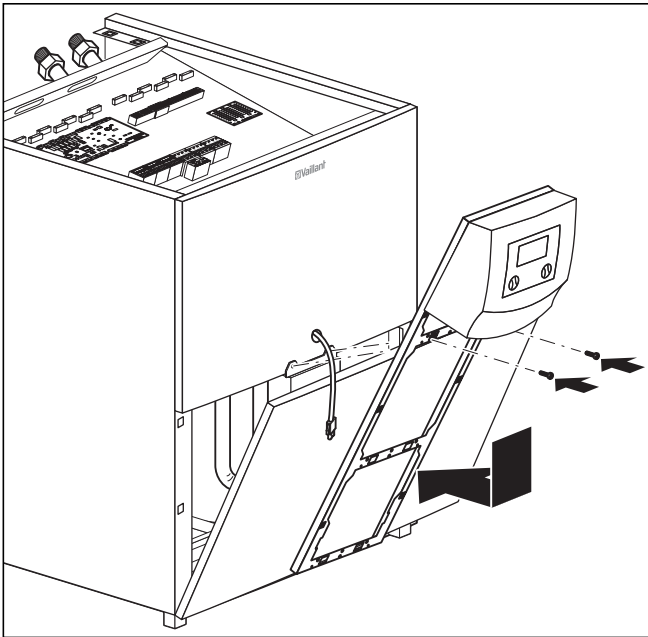

Abb. 6.6 Vordere untere Verkleidung montieren
- Drücken Sie das untere Verkleidungsblech in die Clips-halterung am Gehäuse und schrauben Sie den Konso-lenrahmen wie in Abb. 6.6 gezeigt mit den beiden Schrauben am Gehäuse fest.